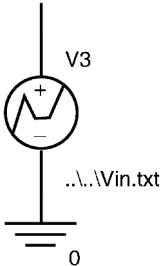

图 7.18 添加 VPWL_FILE 信号源
9. 从 source 库中选择 VPWL_FILE 信号源，将其名称 < FILE > 按照图 7.18 所示 .. \..\Win.txt 进行重命名。